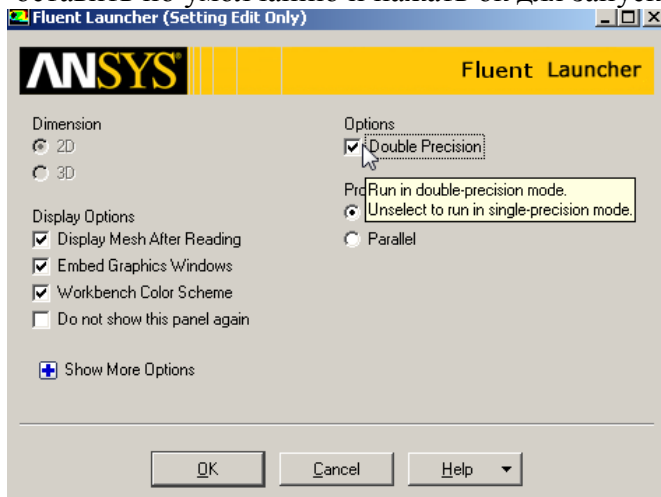

Рис.19
4. Постановка расчётной модели и её решение. Шаг 1. В Workbench дважды нажать (ЛКМ) по строке Setup. Загружается программа Fluent. Вычисления проводим с двойной точностью Double Precision. Все остальные параметры настройки нужно оставить по умолчанию и нажать ок для запуска Fluent(Рис.19).